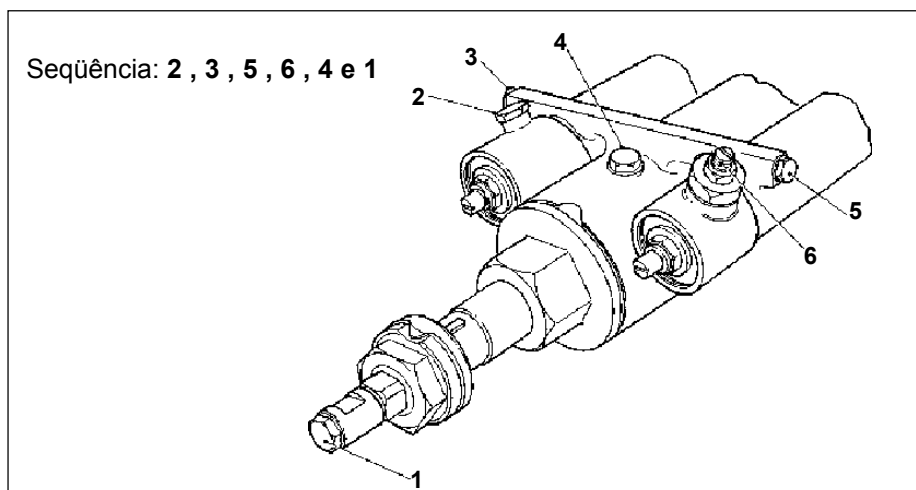

Fig 11-16. Seqüência do recompletamento do amortecedor
(1) coloque a arma a 180 milésimos;
(2) retire o parafuso anterior da haste do amortecedor de recuo (Nº 1 da Fig 11-16). O óleo deve estar faceando a rosca. Caso esteja, recoloca o parafuso. Caso não, recomplete com o óleo ASF-71 e recoloca o parafuso.
OBSERVAÇÃO: Recomplete abrindo todos os parafusos de recompletamento do amortecedor (Fig 11-16) e verificando a existência (saída) de óleo rigorosamente na seqüência abaixo: